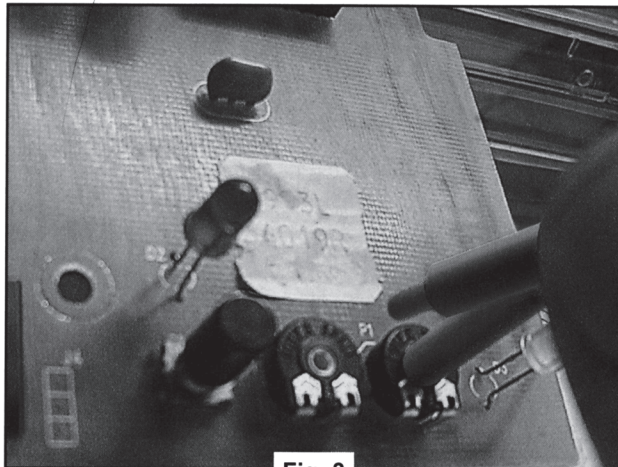

Fig. 3
7. Install Potentiometer Shafts (Fig. 3)
7. Instale los ejes de potenciómetros (Fig. 3)
7. Installer les axes du potentiomètre (Fig. 3)